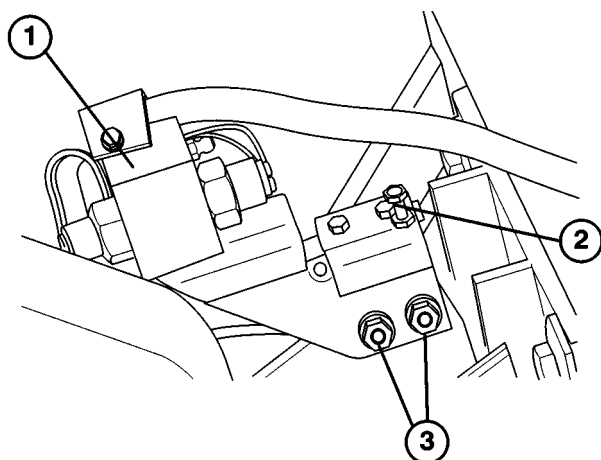

Fig.15
5. Controllare l'interruttore della testa di carotaggio (Fig. 15) con un tester di continuità od un ohmetro, e sostituire se danneggiato. Lo stantuffo dell'interruttore deve essere premuto quando la testa di carotaggio è alzata.
- D. Allentare il controdado della vite di regolazione e i due dadi flangiati (Fig. 15).